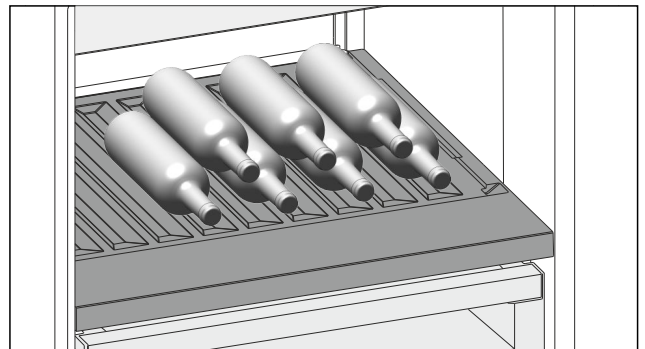

Fig. 157
- ▶ A palackokat az aljukkal hátrafele helyezze a hátfalhoz. (lásd Fig. 157)